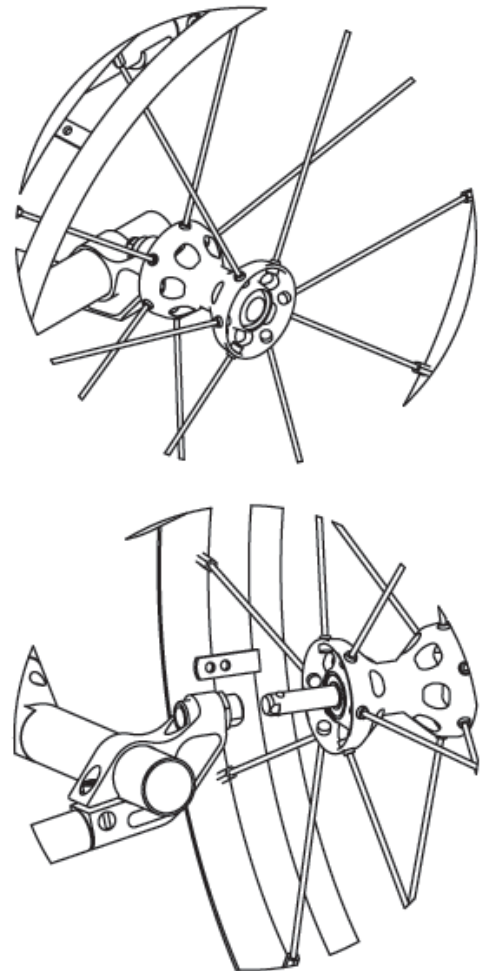

Figura 19.1 Attacco ruota a sgancio rapido
3. Tenere premuto il pulsante mentre il perno viene fatto scorrere lungo il ricevitore del perno sul telaio. (Vedi figura 19.1)